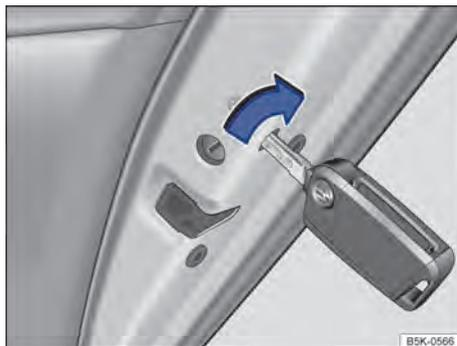

Fig. 62 Na parte dianteira da porta traseira direita: travamento de emergência do veículo com a chave do veículo.
- Inserir a haste da chave ou a chave de emergência na fenda vertical e girar → Fig. 62.